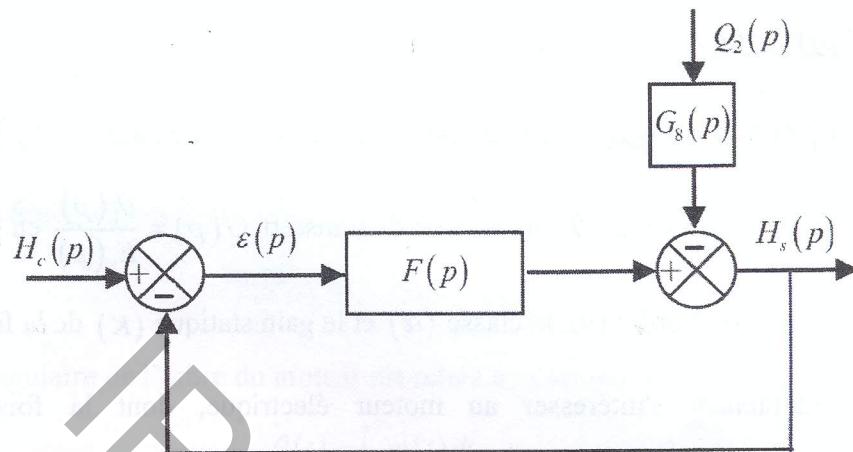

Fig. 3 – Schéma fonctionnel simplifié de la régulation de la cuve.
- 9) A partir du schéma en Figure 3, l'expression du niveau du liquide $H_s(p)$ peut se mettre sous la forme : $H_s(p) = \Psi_1(p)H_c(p) - \Psi_2(p)Q_2(p)$. Déterminer les expressions de $\Psi_1(p)$ et $\Psi_2(p)$ en fonction de A_1 .